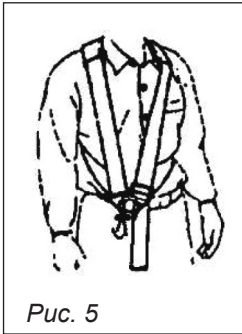

Рис. 5
Ремень крепится к штанге с помощью держателя (16) (рис.2). Согласно рис.5 наденьте ремень на шею и пристегните карабин за одно из отверстий в держателе (16) (см. рис.2).